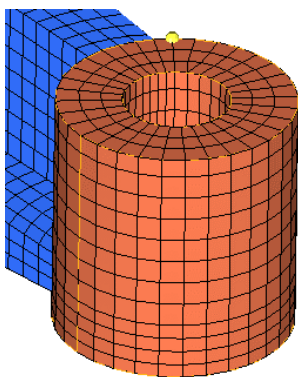

图 5-41 创建圆柱体六面体网格
- (9) 在 elems to drag: 栏选择 elems>by collector>boss 组件。
- (10) 单击 destination geom: surf, 选择 boss 上表面。
- (11) 单击 mesh 按钮，此时模型已全部划分网格，如图 5-41 所示。
- (12) 单击 return 按钮返回主面板 (main menu)。